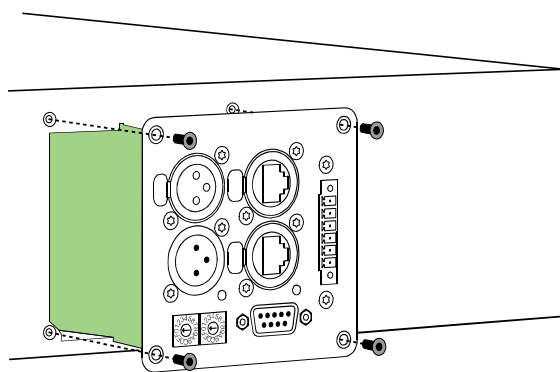

Abbildung 4.1: Einbau des RCM-26 in eine Endstufe
3. RCM-26-Modul in Slot einschieben und mit 4 Schrauben an Rückwand befestigen (Abbildung 4.1)